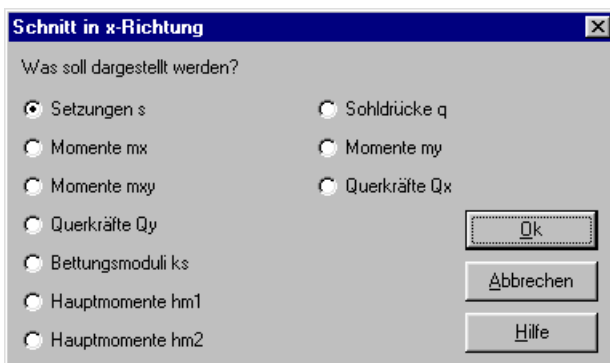

Bild 1-44 Optionsfeld "Schnitt in x -Richtung"
- Wählen Sie "Schnitt in x -Richtung" aus dem "Schnitte"-Menü des Programms *ELPLA-Schnitte*. Das folgende Optionsfeld im Bild 1-44 erscheint